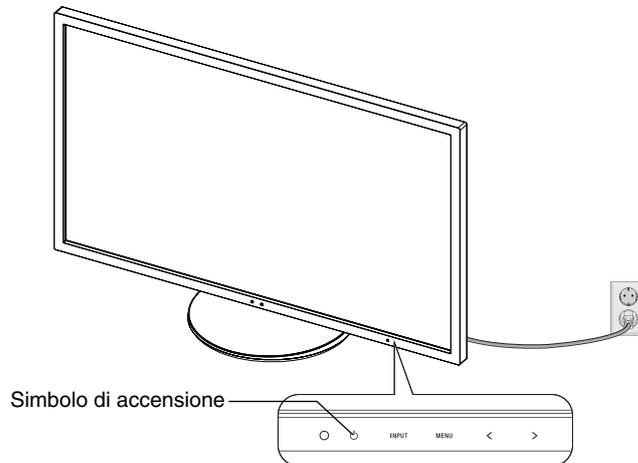

Figura E.1
8. Accendere il computer e il monitor premendo il tasto di accensione sul bordo frontale (**Figura E.1**).